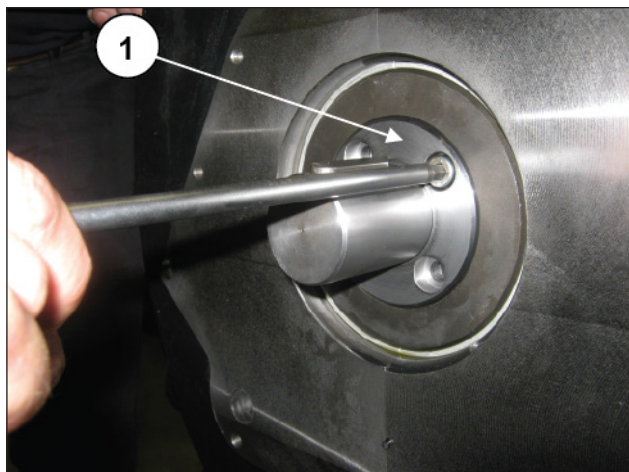

Fig. 24
Svitare le quattro viti M8 (pos. ①, Fig. 24) e rimuovere il codolo comando pompa olio dall'albero a gomiti.